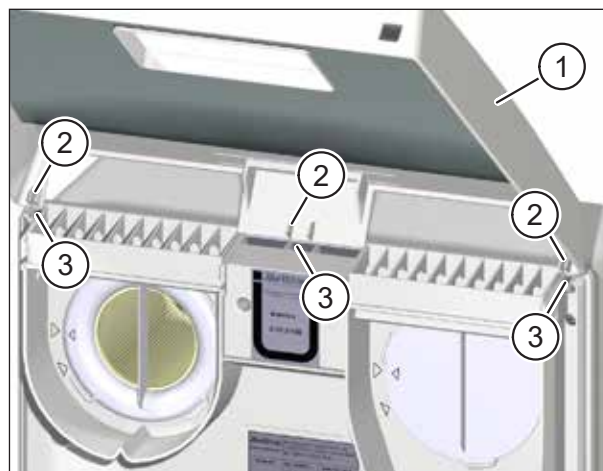

Fig. 20 : Poser le couvercle sur l'appareil d'aération
- ▶ Saisissez des deux mains le couvercle (pos. 1 dans Fig. 20) de l'appareil d'aération et inclinez le bord supérieur du couvercle dans la direction de l'appareil d'aération.
- ▶ Introduisez les ergots (pos. 2 dans Fig. 20) du couvercle dans les ouvertures (pos. 3 dans Fig. 20) sur la face supérieure de l'appareil d'aération.